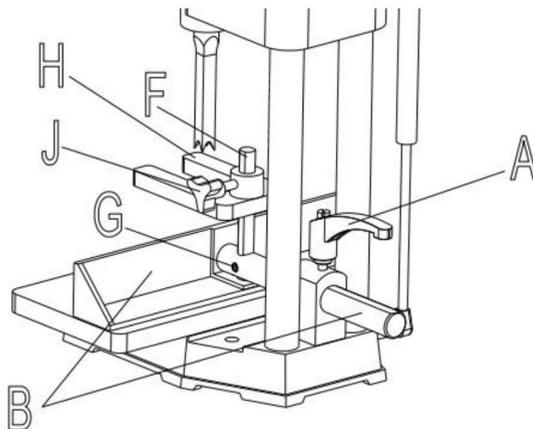

Abb. 7
1. Lokalisieren Sie die Griffbaugruppe und entfernen Sie die Schraube (A) Abb. 7 sowie die Feder (B) vom Griff
- Führen Sie die Stange der Zaunbaugruppe (E) Abb. 7 wie gezeigt durch das Loch in der Säule ein.
- Stecken Sie die Stange (F) Abb. 7 in das Loch oben am Zaun, wie gezeigt, und ziehen Sie sie fest.
- Montieren Sie den Niederhalter (H) Abb. 7, wie gezeigt, auf der Stange (F) und ziehen Sie ihn fest